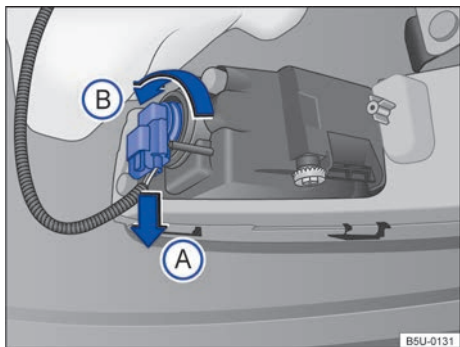

Fig. 153 Atrás do para-choque dianteiro: acesso à lâmpada incandescente do farol de neblina.
3. Girar o soquete da lâmpada → Fig. 153, no sentido anti-horário da seta (B), e desencaixá-lo do alojamento.
2. Desencaixar o conector de alimentação da lâmpada → Fig. 153 no sentido da seta (A), pressionar, ao mesmo tempo, a trava de fixação do conector.